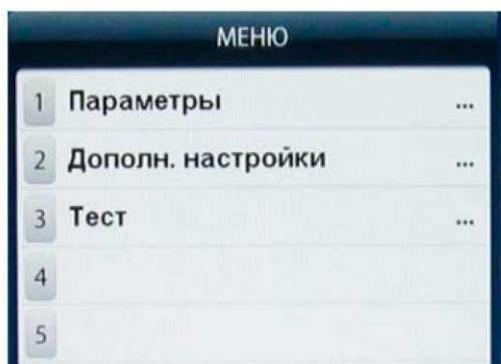

рис.16.1
16.2.1. Нажмите кнопку «MENU». На экране появится окно MENU (рис.15.1), нажмите кнопку 7 «Далее» на экране появится окно второй страницы MENU (рис.16.1). Выберите «Дополн. настройки», нажав кнопку 2, на экране откроется окно «Настройки станка» (рис.16.2). Нажмите кнопку 1 «Имена операторов» на экране открывается окно «Выбрать пользователя» со списком операторов, (рис.16.3).